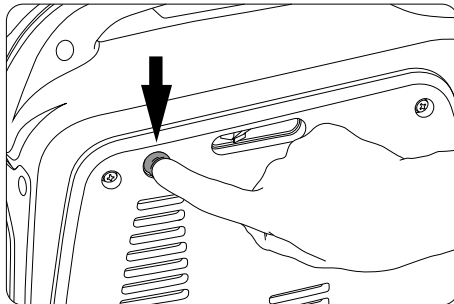

рис. 24
Прокатайте топливо ручным топливным насосом (1), нажимая на резиновый колпачок несколько раз до появления в нем топлива. (рис. 24)